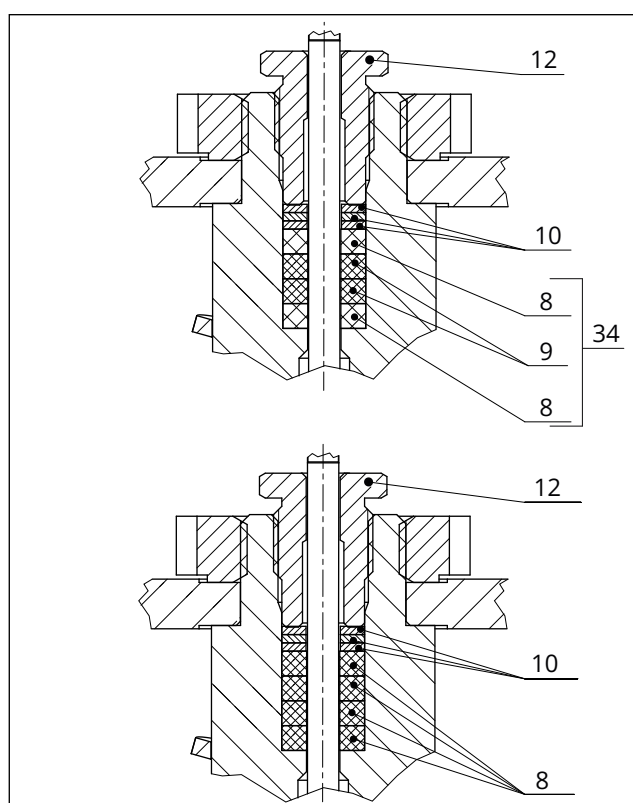

Fig. 12 : Garnitures de presse-étoupe ajustables : joints composite PTFE et PTFE blanc (en haut) · Joints PTFE blanc (en bas)
Cf. Fig. 9 et Fig. 12
1. Desserrer l'écrou cannelé (11) sur la vanne. Retirer l'arcade à colonnes (13) de la pièce intermédiaire (4).
2. Dévisser les écrous hexagonaux (20) et défaire les coupelles d'accouplement.
3. Dévisser complètement le fouloir (12).
7. Insérer avec précaution les pièces du presse-étoupe dans leur logement à l'aide d'un outil approprié en les faisant passer par-dessus la tige de clapet. Veiller à les remonter dans le bon ordre, cf. Fig. 12.
8. Visser le fouloir (12) jusqu'en butée. Respecter les couples de serrage prescrits.